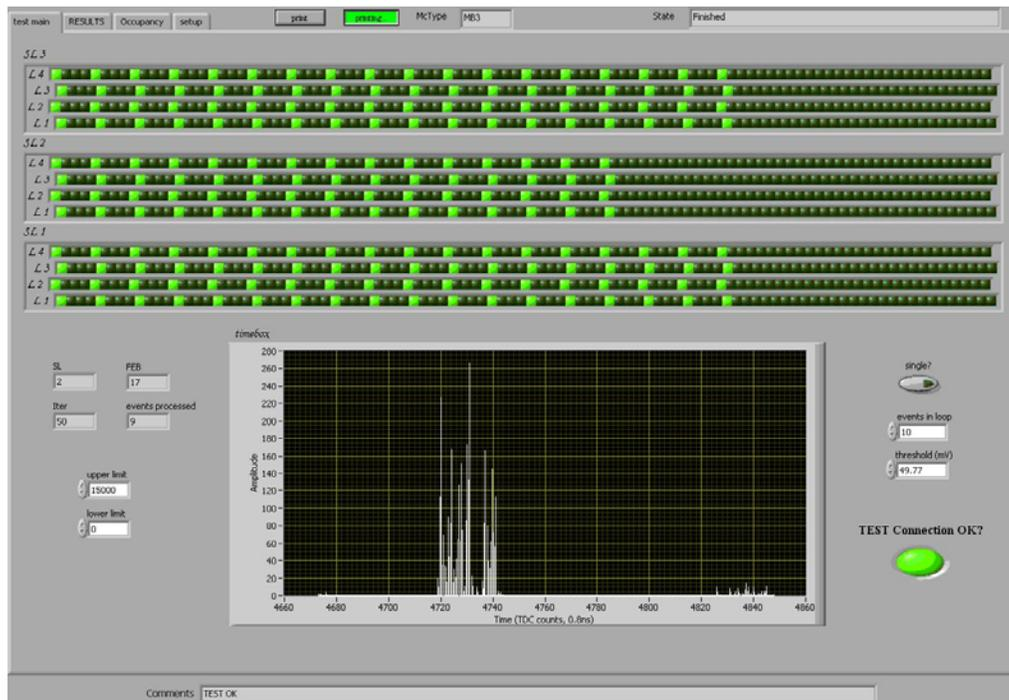

Figura 36: Esempio di Output per il Test TP Cable per un MB3
- Verificare che le luci verdi in RESULTS siano accese, una per front-end board connessa a ciascun superlayer; verificare che in test main siano accese su ciascun superlayer la prima colonna di celle ogni 4, una colonna per ciascuna front-end board (esempio in Figura 36). Deve essere accesa la luce verde di Test OK.